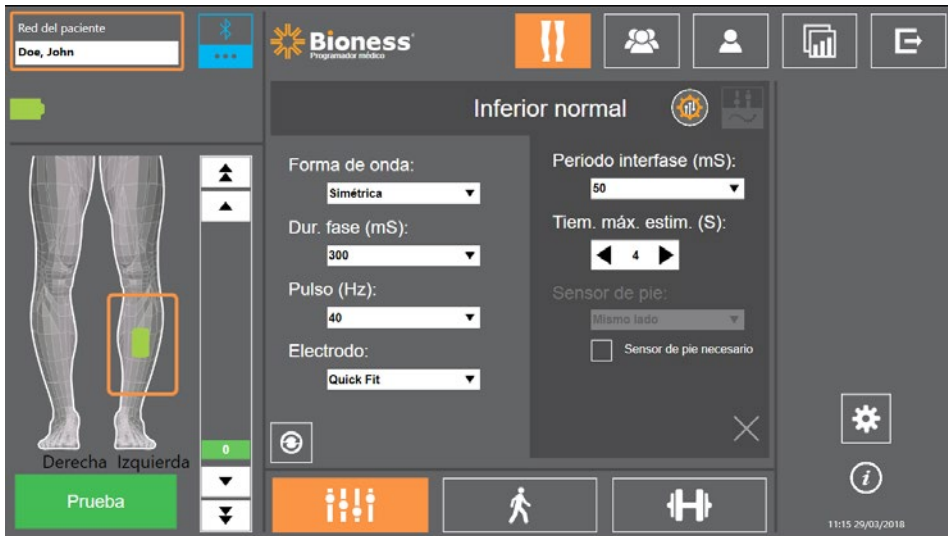

Ilustración 9-4: Programación de la estimulación: pantalla de estimulación con la ventana de configuración avanzada
1. En la pantalla de programación de la estimulación, presione el icono de configuración avanzada de estimulación (consulte la ilustración 9-3) para abrir la ventana correspondiente. Consulte la ilustración 9-4.